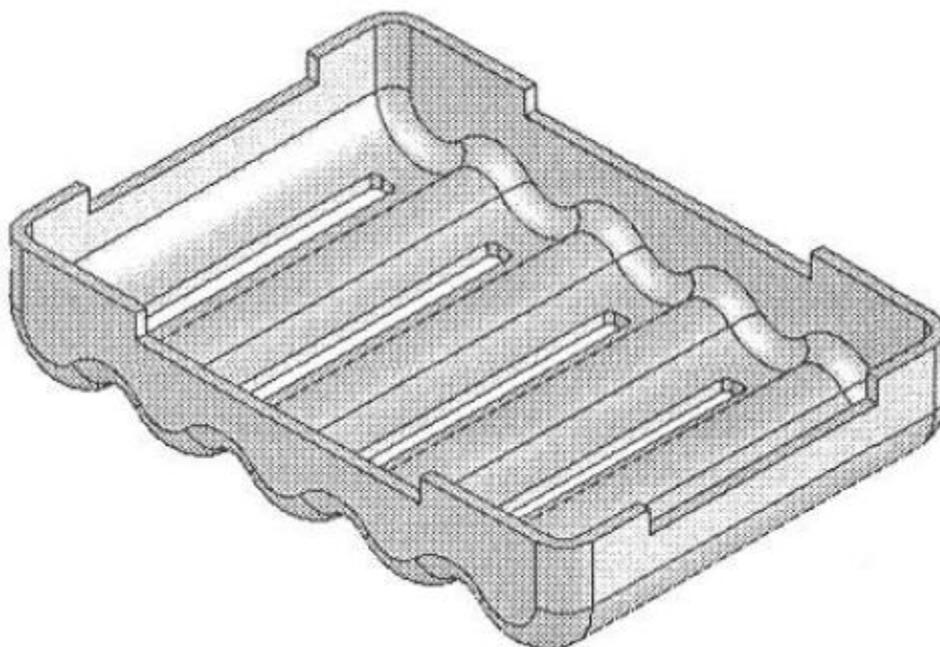

Рис. 4.22. Модель после создания остальных элементов
5. Создайте вырезы на боковых поверхностях модели (рис. 4.22).
6. Создайте прорези в нижней части базового элемента и добавьте Скругления к вырезам (рис. 4.22).
7. Размножьте скругленные вырезы (рис. 4.22).
9. Выберите команду Rebuild (Перестроить) или нажмите комбинацию клавиш **Ctrl+B**, чтобы перестроить модель. Используя инструменты Extruded Cut (Вытянутый вырез), Fillet (Скругление) и Linear Pattern (Линейный массив), создайте оставшиеся элементы модели. Модель после создания этих элементов показана на рис. 4.22.